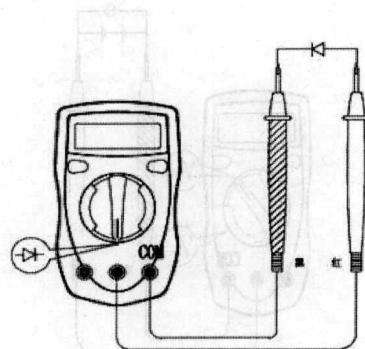

图 1-5
## (5) 二极管通断测量(如图1-5所示)
- ① 将红表笔插入“ $V\Omega$ mA”插孔，黑表笔插入“COM”插孔。
- ② 将功能量程开关置于二极管测量挡位，并将红表笔连接到被测二极管的正极，黑表笔连接到被测二极管的负极。
- ③ 从显示器上读取测量结果。
④ UT33C/D 有通断测试功能。将表笔连接到待测线路的两端，如果两端之间电阻值低于约  $70\Omega$ ，内置蜂鸣器发声。